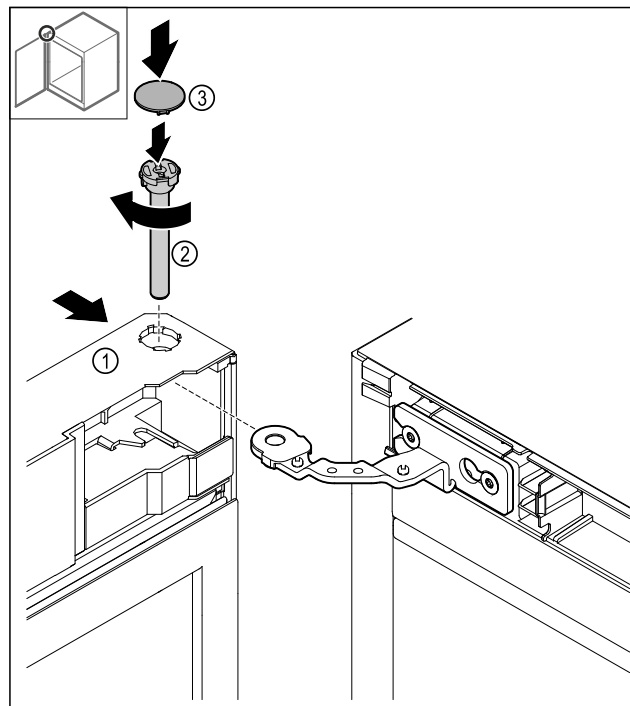

Fig. 39
- ▶ Nasuňte dveře Fig. 39 (1) nahore na závěs.
- ▶ Zasuňte čep Fig. 39 (2) a pevně jej utáhněte ve směru hodinových ručiček.
- ▶ Nasadte kryt Fig. 39 (3).